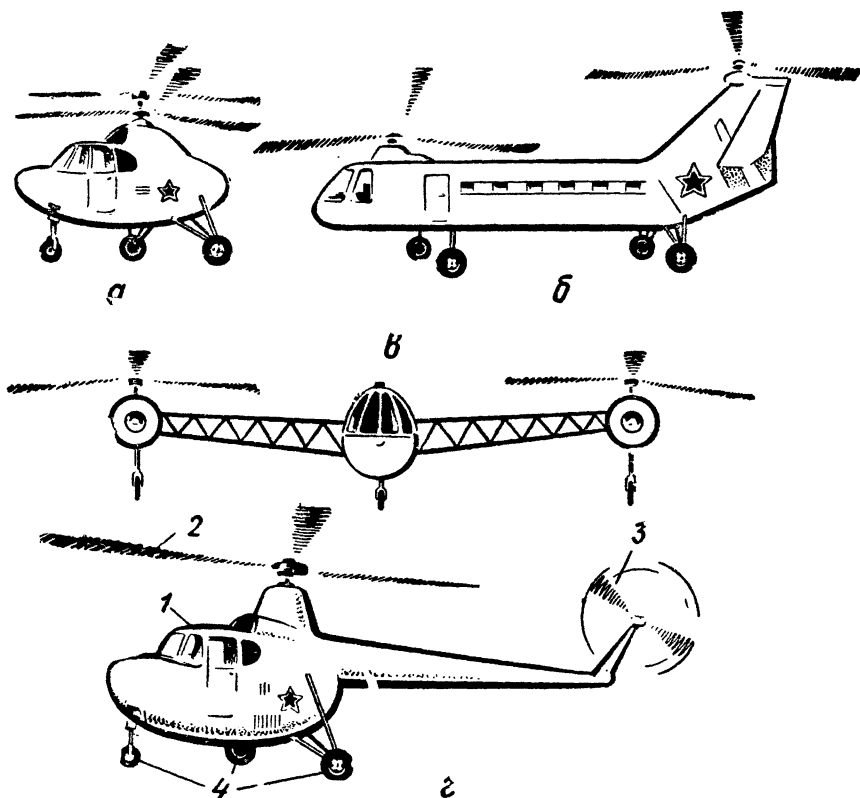

Рис. 148. Основные схемы вертолетов по расположению несущих винтов
1. С двумя соосно расположенными винтами (рис. 148, а). Оба несущих винта находятся на одной оси, один под другим. Вал верхнего винта при этом проходит внутри полого вала нижнего винта. Винты вращаются в противоположные стороны, поэтому на фюзеляж передаются два реактивных момента, взаимно уравновешивающих друг друга. Изменяя в полете угол установки лопастей одного винта по сравнению с установочными углами лопастей другого, пилот добивается разности их реактивных моментов, передаваемых на фюзеляж. Благодаря этому аппарат поворачивается в нужную сторону. Вертолеты соосной схемы имеют относительно
II. С двумя продольно расположенными винтами (рис. 148, б). Согласно этой схеме один винт располагается над носовой частью фюзеляжа, а второй — над хвостовой. Винты вращаются в противоположные стороны, благодаря чему реактивные моменты взаимно погашаются. По этой схеме строят обычно тяжелые многоместные вертолеты, так как фюзеляж такой машины оказывается удобным для размещения грузов и пассажиров. Кроме того, он имеет хорошую продольную управляемость и относительно большую скорость, поскольку его узкий фюзеляж обладает малым лобовым сопротивлением. Однако при полете вперед задний винт работает в воздухе, возмущенном передним винтом, и это уменьшает его к.п.д.
III. С двумя поперечно расположенными винтами, вращающимися в противоположных направлениях (рис. 148, в). На таком вертолете каждый винт обдувается невозмущенным воздушным потоком, что выгодно отличает его от аппаратов, рассмотренных выше. Вертолеты этой схемы имеют хорошую поперечную управляемость, однако боковые фермы для винтомоторных установок создают большое вредное сопротивление.
IV. С одним несущим и одним рулевым винтом (рис. 148, г). Такие вертолеты безопасны и благодаря простоте конструкции получили наибольшее распространение. Они имеют следующие основные части (рис. 148, г): фюзеляж 1, в котором размещается двигатель внутреннего сгорания, рычаги управления, экипаж, пассажиры и грузы; громадный несущий винт 2 с пятью длинными лопастями, напоминающими очень узкие крылья самолета. Винт вращается вокруг вертикальной оси, создавая подъемную силу, величина которой возрастает с увеличением скорости вращения; рулевой или хвостовой винт 3, тяга которого уравнивает реактивный момент, возникающий при вращении несущего винта. Чтобы повернуть вертолет вокруг вертикальной оси, летчик из кабины с помощью особого механизма изменяет угол атаки лопастей рулевого винта. От этого изменяется тяга винта, вертолет разворачивается и изменяет направление полета; трансмиссию, передающую движение от двигателя рулевому винту. На ней установлены редукторы, представляющие собой систему зубчатых колес, с помощью которых регулируются скорости вращения несущего и рулевого винтов; трехколесное шасси 4, на которое опирается вертолет при стоянке на земле.